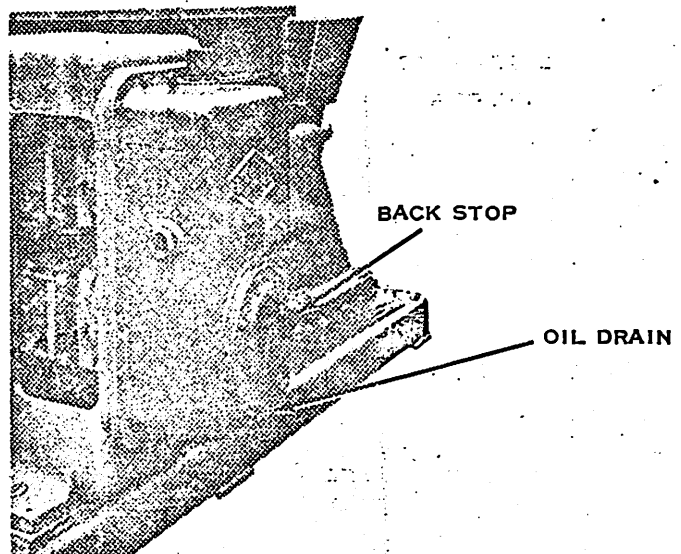

FIGURE 13. BACK STOP
1. DRAIN OIL FROM THE GEAR CASE (SEE FIGURE 13).